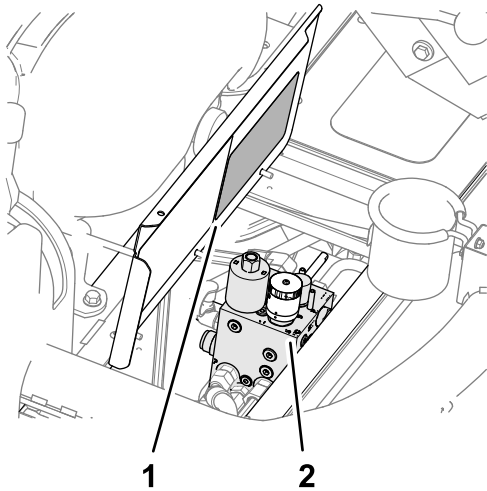

Figure 42
4. Ouvrez le capot de la plateforme (Figure 42)